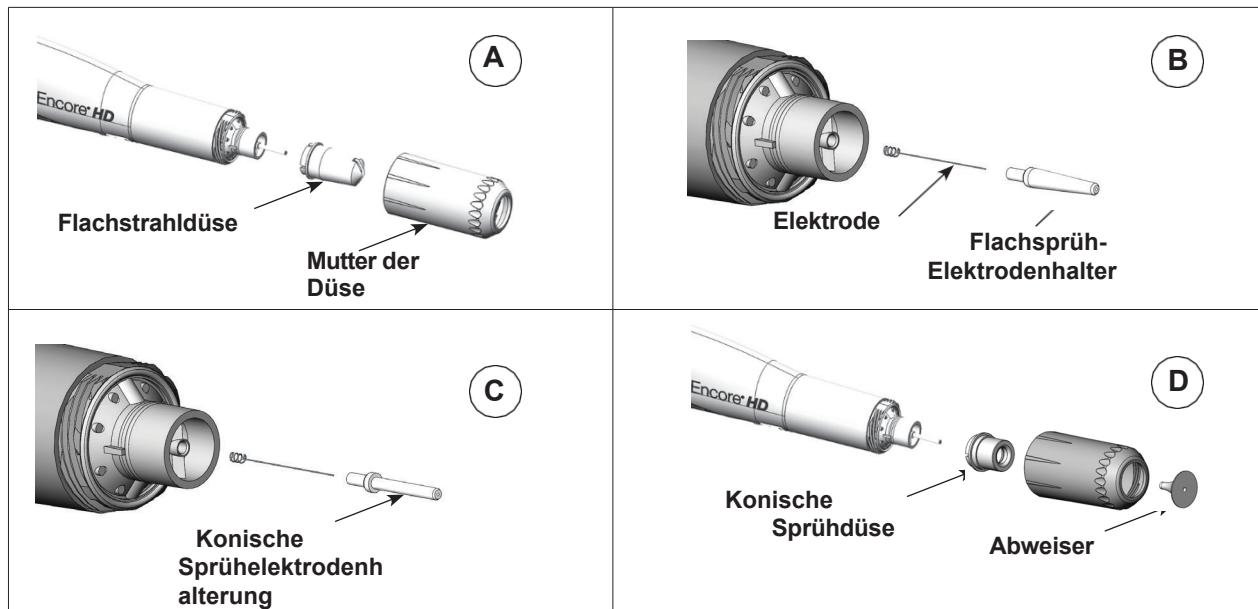

Abbildung 7 Umstellung von einer Flachstrahldüse auf eine konische Sprühdüse
2. Bauen Sie den Elektrodenhalter und die Düse um. Siehe Abbildung 7.